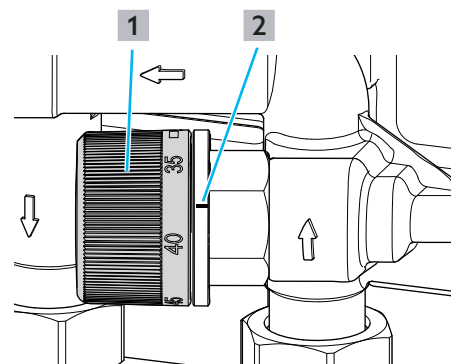

Abb. 17: Temperaturvorhalte-Regelset einstellen
- ▶ Stellen Sie die Temperatur am Handrad (siehe Abb. 17 auf Seite 23 (1)) des Temperaturvorhalte-Regelsets auf den gewünschten Wert ein.